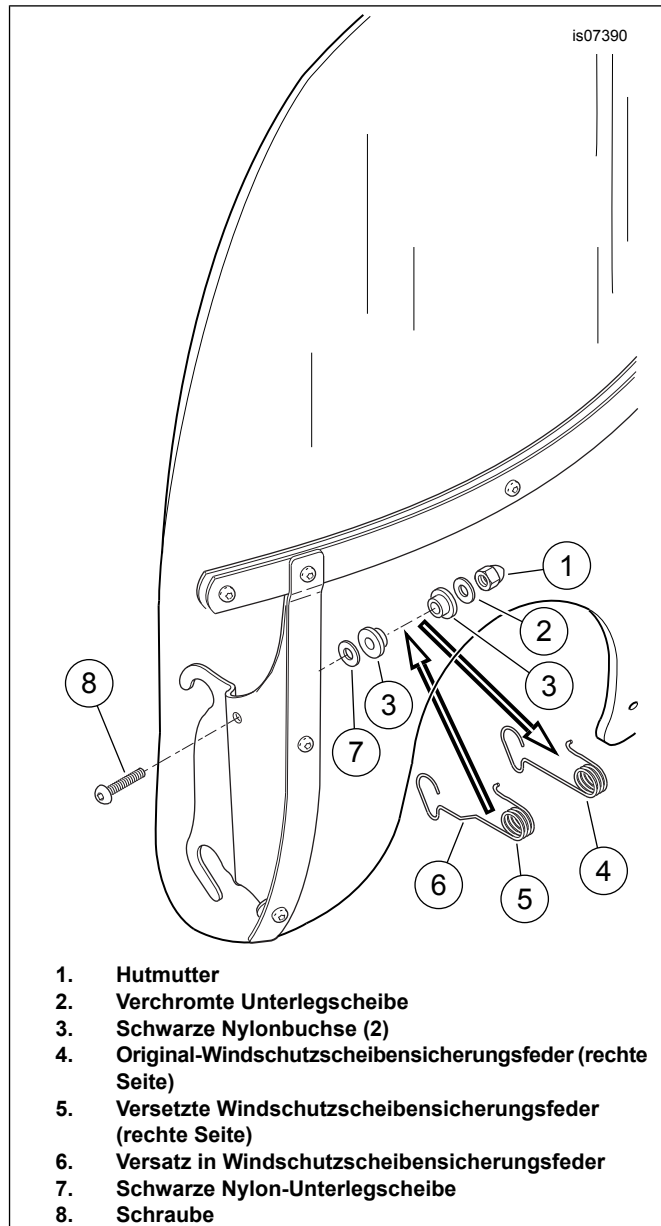

Abbildung 3. Windschutzscheibenmodifizierung für Zusatzleuchtenhalterung
- a. Siehe Abbildung 3. Hutmutter (1), verchromte Unterlegscheibe (2) und schwarzen Bundschraubeneinsatz (3) von einer Windschutzscheiben-Befestigungshalterung entfernen. Die Windschutzscheiben-Federsicherung (4) ausbauen. Die schwarze Nylon-Unterlegscheibe (7) und der zweite Bundschraubeneinsatz (3) können auf dem Gewinde der Schraube (8) verbleiben.
- b. Die richtige **neue**, versetzte Windschutzscheiben-Federsicherung (5) aus dem Satz bereitlegen. Die Feder zwischen den Buchsen (3) auf dem Schraubengewinde anbringen.